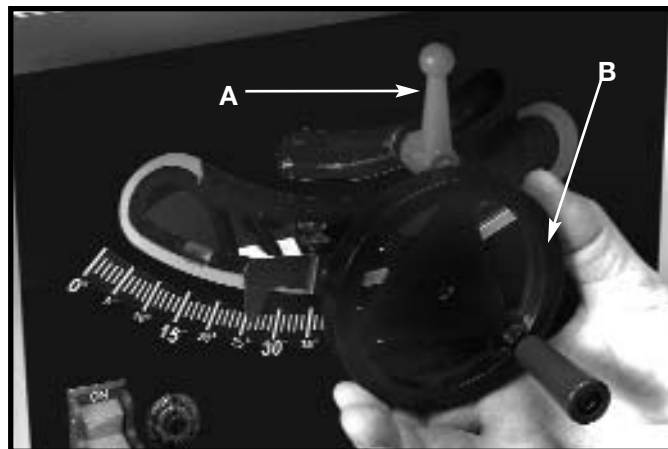

Fig. 30
Para inclinar la hoja de la sierra, afloje la agarradera de cierre (A) Fig. 30 y gire el volante de mano (B) hasta conseguir el ángulo deseado. Vuelva a apretar entonces la agarradera de cierre (A).